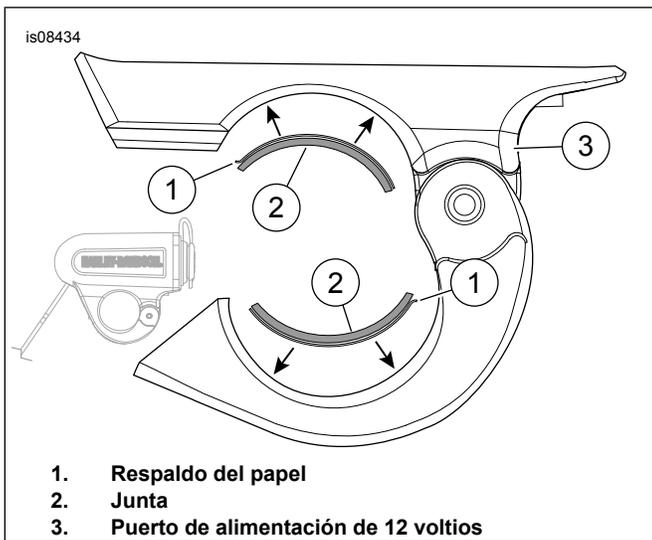
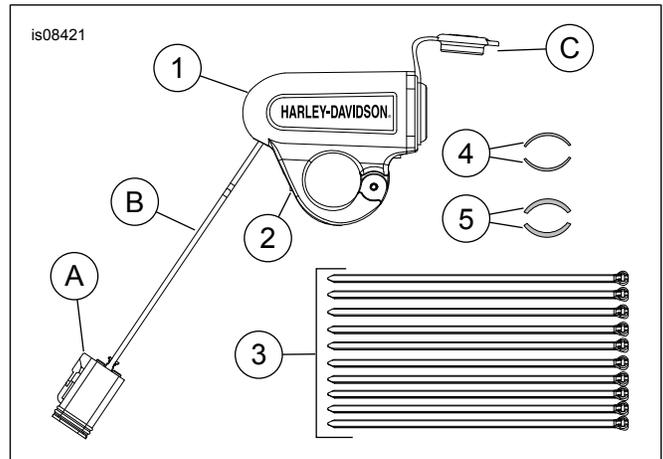

Figura 1. Respaldo, empaquetadura y puerto de alimentación de 12 voltios
Figura 3. Piezas de servicio: Fuente de alimentación de 12 voltios del manillar
Vea Figura 3 y Tabla 2.
5. Vea Figura 3 y Tabla 2.
- a. Para manillares de 7/8 in. instale las empaquetaduras gruesas (5) del kit.
- b. Para los manillares de 1 in. instale las empaquetaduras delgadas (4) del kit.
6. Consulte la Figura 1. Despegue el respaldo del papel (1) de la empaquetadura (2). Instale las empaquetaduras en el interior del puerto de alimentación de 12 voltios (3).
7. Consulte la Figura 3. Coloque el puerto de alimentación en la ubicación que desee. Coloque el tornillo (2) en su posición. No la apriete completamente aún.
- a. Consulte la Figura 3. Corte el conector con 6 pines (A).
- b. Desmonte 375 in (9.5 mm) del aislante de cada cable en el arnés (B).
- b. Consulte la Figura 3. Retire la cubierta del enchufe (C).
- c. Consulte la Figura 3. Desmonte los cables traseros e instale los terminales del kit (69201750) al arnés (B). Consulta el manual de servicio.
- 14. **Todos los demás modelos:** Consulte la Figura 3. Retire la cubierta contra el polvo del conector accesorio. Enchufe el conector de 12 voltios en el conector de seis pines (A).
- 15. Asegure el arnés (B) con correas de cables (3). El arnés extra o suelto (B) puede enrollarse al asegurarlo con correas de cables